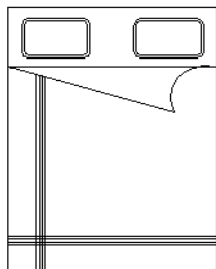

图 5-21
(6)单击【绘图】工具栏上的^{30°}按钮，绘制一个长为 500、宽为 300 的矩形。对其进行倒圆角，设置其倒角半径为 50。然后单击【修改】工具栏上的^{30°}按钮，把倒圆角后的整个矩形向里边偏移 20。单击【修改】工具栏上的^{30°}按钮，将枕头沿着床的中线镜像。得到如图 5-21 所示。